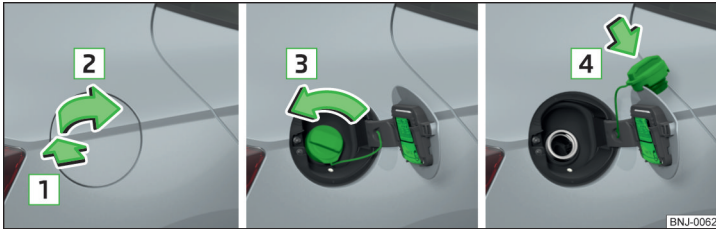

Abb. 166 Tankklappe aufklappen / Tankverschluss herausdrehen / Tankverschluss auf die Tankklappe stecken
- Auf die Tankklappe in Pfeilrichtung **1** drücken und diese in Pfeilrichtung **2** aufklappen » Abb. 166.